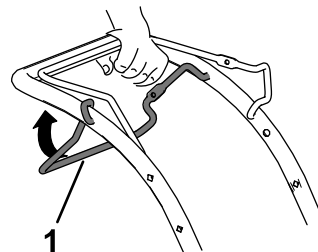

図 12
- 自走を開始するには自走バーをハンドルに押し付けるように握り込みます 図 12。